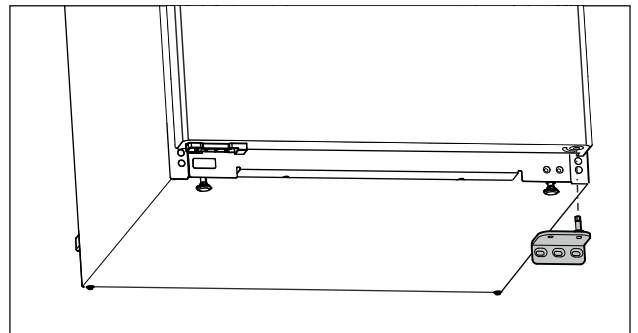

Fig. 15
- ▶ Ota laakerijalusta alaspäin pois. (katso Fig. 15)